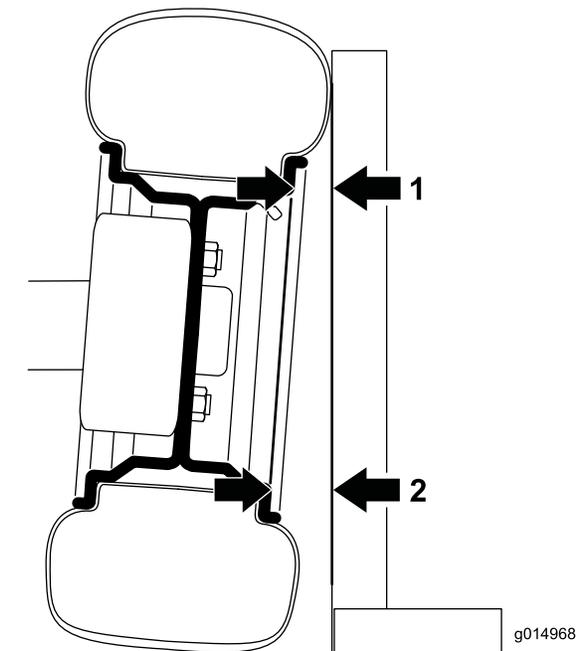

Figure 30
1. Pour vérifier le carrossage, placez une équerre à 90 degrés sur le sol, le bord vertical touchant la face du pneu (Figure 30).
2. Mesurez entre la même partie de la jante sur le haut et le bas du pneu et l'équerre (Figure 30). La distance mesurée en bas doit être supérieure de 2,3 mm à la distance mesurée en haut. Avant le réglage, terminez la mesure sur les deux pneus avant.